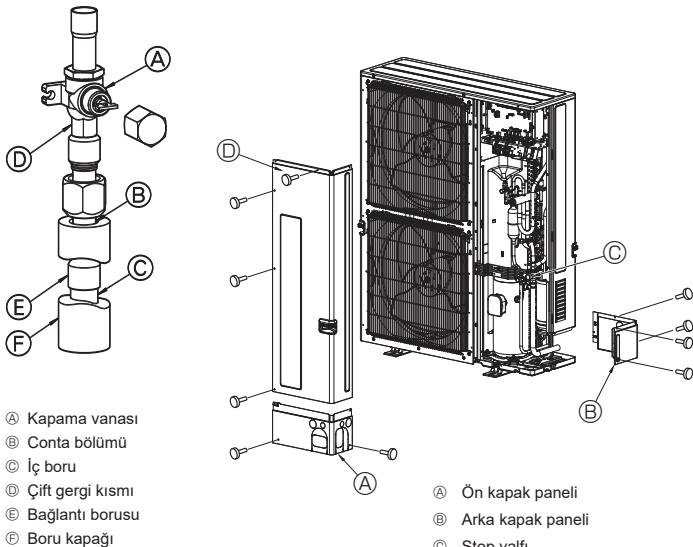

Fig. 4-3
- ③ Gaz boruları bağlantısı için aşağıdaki yöntemi kullanınız. (Fig. 4-3)
- 1 Birlikte verilen Bağlantı borusunu (E), yakınınızdaki bir yerden satın alabileceğiniz lehim malzemelerini ve oksijen içermeyen iç boruyu (C) kullanarak dış üniteye lehimleyin.
- 2 Bağlantı borusunu (E) gaz tarafındaki Kapama vanasına takın. Geçme somunları, iki somun anahtar kullanarak sıkınız.